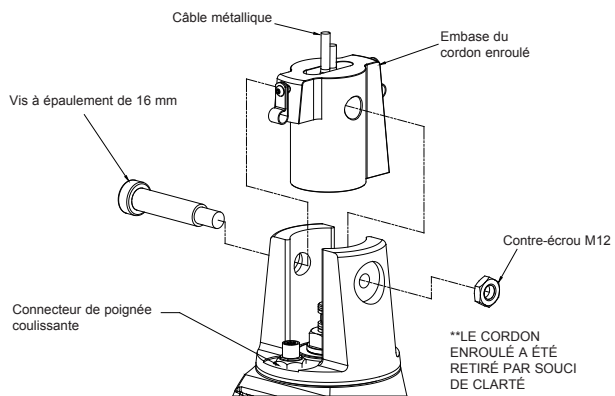

Figure 5A1. Poignée coulissante, vis à épaulement et cordon enroulé
- 5A.4** Une fois le câble métallique, l'embase de cordon enroulé et l'arbre de la poignée coulissante alignés, remettez le boulon à épaulement de 16 mm en place de façon à maintenir le câble métallique, l'embase du cordon enroulé et la poignée coulissante (Figure 5A1).